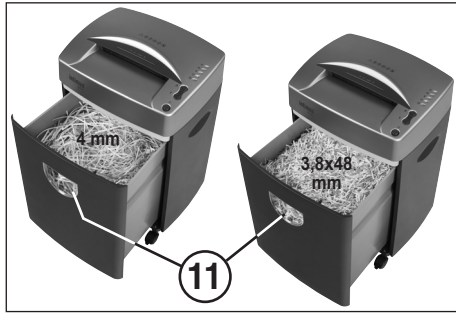

Рис. 3
ПРИЕМНОЙ КОРЗИНЫ (рис. 3):
Когда измельченный материал виден в контрольном окне индикации заполнения (11) (рис. 3), необходимо опорожнить приемную корзину.